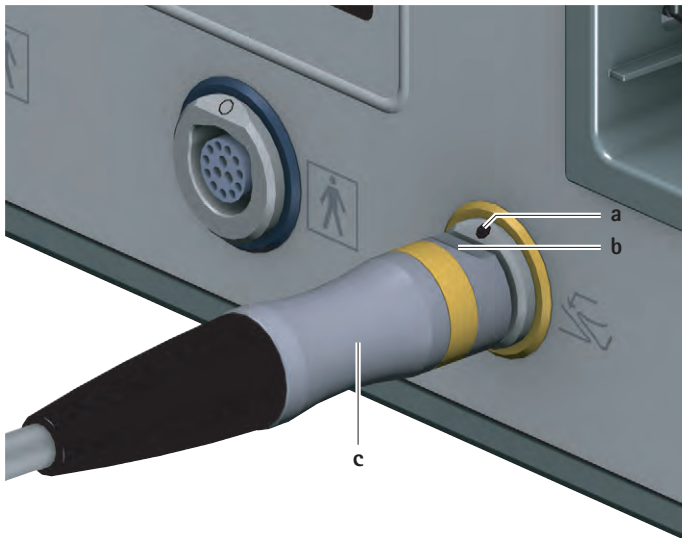

Abb. 2 Fußsteuerung anschließen
- ▶ Stecker der Fußsteuerung **c** so ausrichten, dass die Markierung **b** auf dem Stecker mit der Markierung **a** auf der Anschlussbuchse Fußsteuerung **6** übereinstimmt, siehe Abb. 2.
- ▶ Stecker der Fußsteuerung **c** aus Anschlussbuchse Fußsteuerung **6** ziehen, siehe Abb. 2.